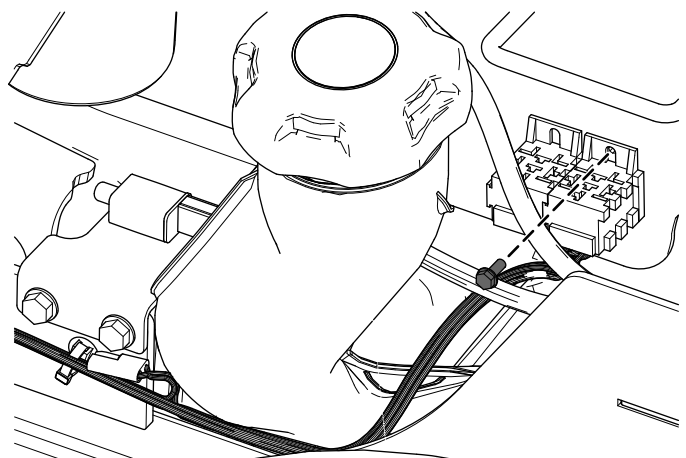

Figura 16
4. Prenda a cablagem próximo dos relés utilizando o parafuso Taptite (Figura 16).